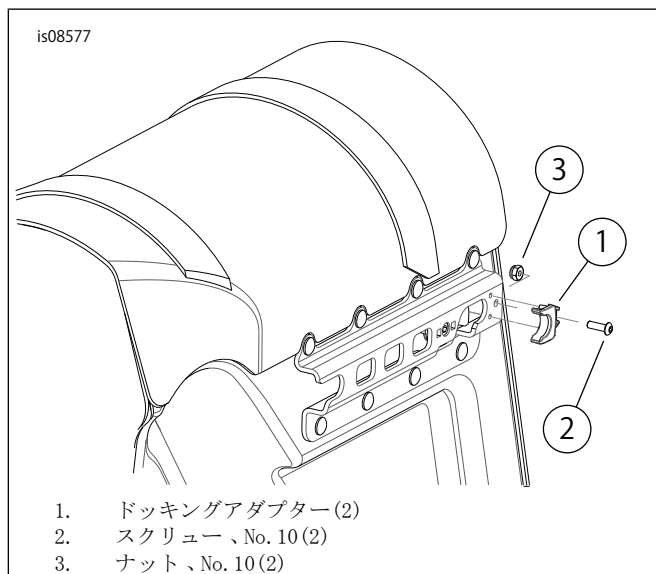

図4。リアドッキングアダプター取付け
3. 「図4」を参照。リアドッキングアダプター(1)のポストをサドルバッグブラケット後部の穴に挿入し、固定する。